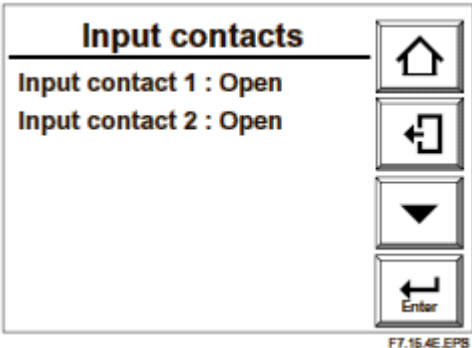

图 7.15.4 输出触点检查显示
- (1) 参考 7.11.1 节，显示触点检查显示。
- (2) 如图 7.15.4 所示，显示输入触点检查显示。在显示中的“Open”或“Closed”指示了电流触点输入端子状态，及根据触点状态显示变化。使用这个特点让你可以检查配线连接正确完成。